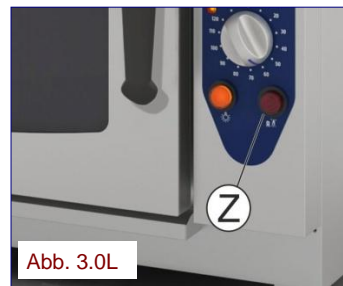

Abb. 3.0L
**3.0L Gas-Sicherheitsventil:** das Ventil ist mit einer Elektronikkontrolle ausgestattet, die den Gasfluss bei fehlendem Zünden der Brenner binnen 10" unterbricht. Die Brenner können nach der manuellen Rückstellung der Elektronikkontrolle über Druckknopf (A) unter der Bedienblende wieder gezündet werden. (siehe Abb. 3.0L)